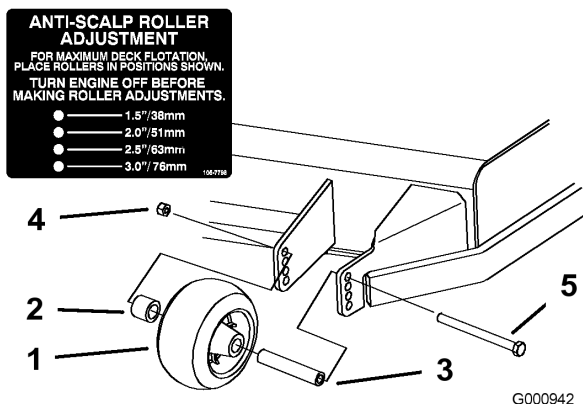
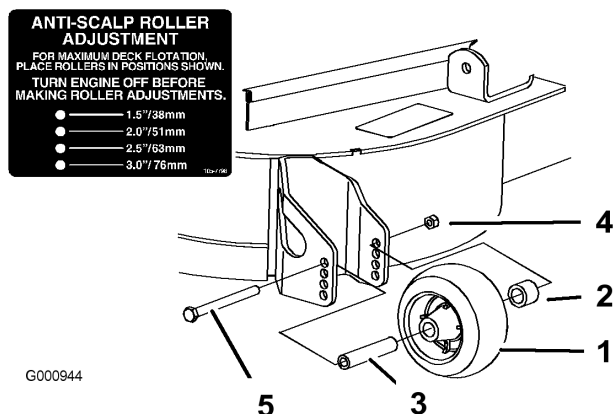
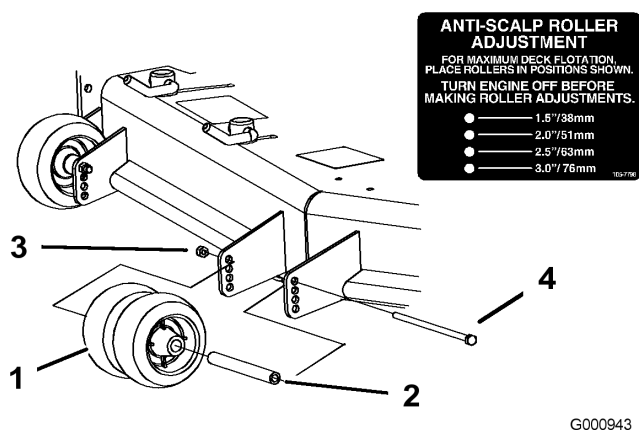

Figura 17
Figura 19
Figura 18
3. Después de ajustar la altura de corte, ajuste los rodillos retirando la tuerca con arandela prensada, el casquillo, el espaciador y el perno (Figura 17, Figura 18, y Figura 19).
Nota: Los dos rodillos centrales no tendrán espaciador (Figura 18).
5. Instale la tuerca con arandela prensada, el casquillo, el espaciador y el perno. Apriete a 54-61 Nm (40-45 pies-libra) (Figura 17, Figura 18 y Figura 19).